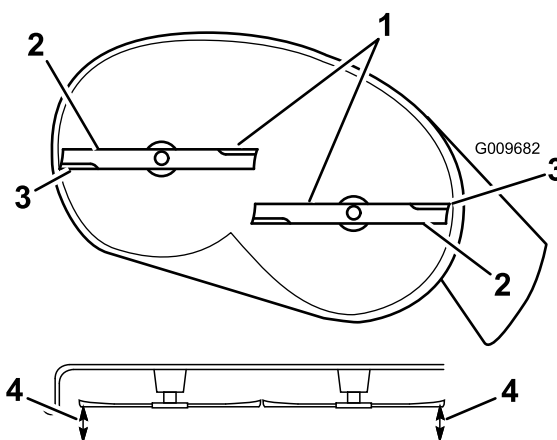
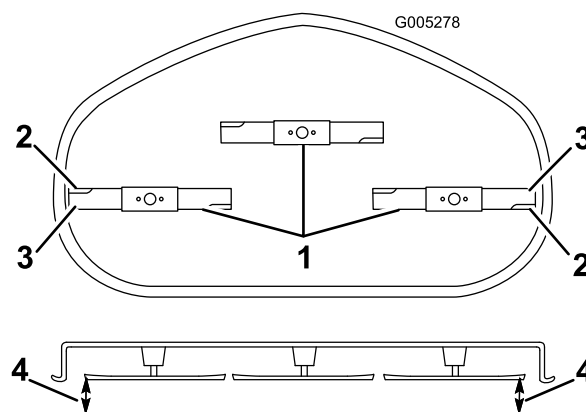

Figura 48
Figura 49
4. Gire cuidadosamente las cuchillas hasta que estén todas orientadas lateralmente (Figura 48 y Figura 49).
5. Mida entre los bordes de corte exteriores y la superficie plana (Figura 48 y Figura 49).